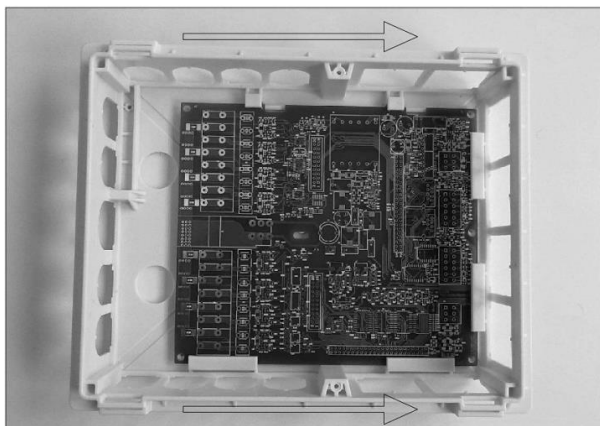

Figura 10A: Scheda Athena correttamente inserita
3. Far scorrere delicatamente la scheda Athena verso destra in modo da farla entrare completamente nella sede (Figura 10A e 10B). Nell'inserire la scheda all'interno della sua scatola non forzare i componenti elettronici, maneggiare la scheda esclusivamente dai morsetti di potenza/segnale posizionati alle estremità della scheda stessa.